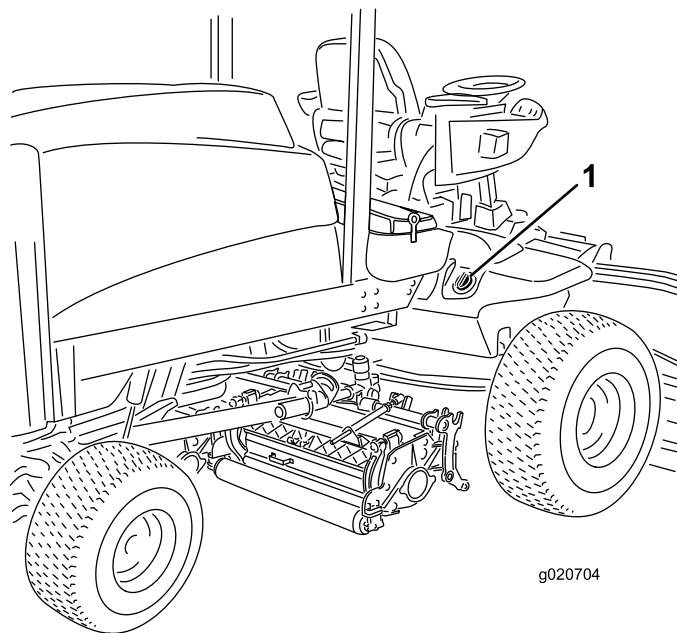

图 37
2. 清洁液压油箱加油颈和油箱盖周围的区域 (图 37)。从加油颈上取下盖子。